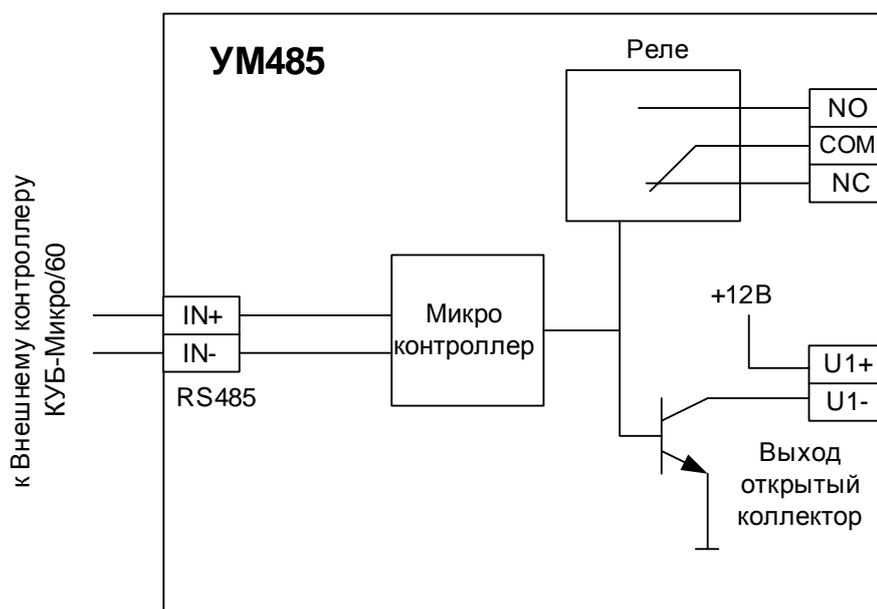
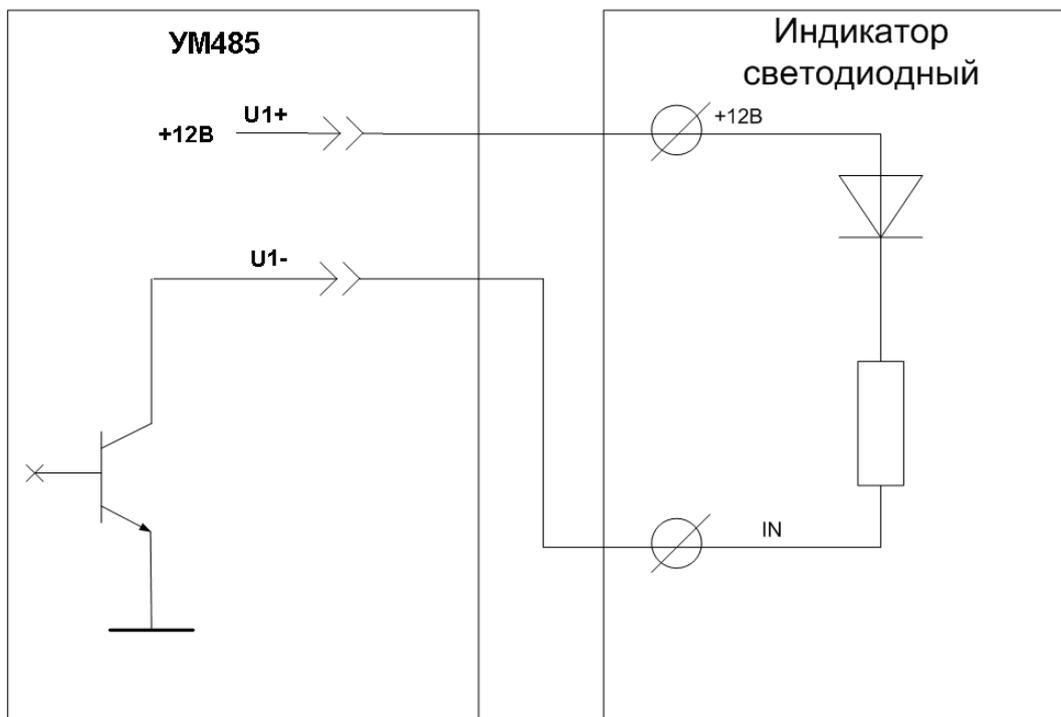

Рисунок 1 - Функциональная схема УМ485
Рисунок 2 - Организация дистанционного управления слаботочными низковольтными цепями
1.1 Внешний модуль расширения «Управляющий модуль УМ 485» (далее УМ 485) предназначен для организации управления на объектах. УМ485 имеет один канал управления, который активизируется из центра. Канал управления имеет два выхода срабатывающих одновременно (работающих параллельно): выход типа открытый коллектор и выход, содержащий электромагнитное реле (см. рис. 1).
Используйте выход типа открытый коллектор в слаботочных управляемых цепях ($U_{\text{макс}}=45\text{В}$, $I_{\text{макс}} = 0,2\text{А}$, $P_{\text{макс}}=0,2\text{Вт}$), например, при подключении внешней светодиодной индикации (рис. 2).
3.2 Для организации управления объектом из диспетчерского центра соберите схему, руководствуясь рис. 1, рис. 2, рис. 3, с использованием клемм «U1+», «U1-» - для выхода U1 открытый коллектор, или «COM», «NC» (или «NO») для выхода U2 электромагнитного реле.